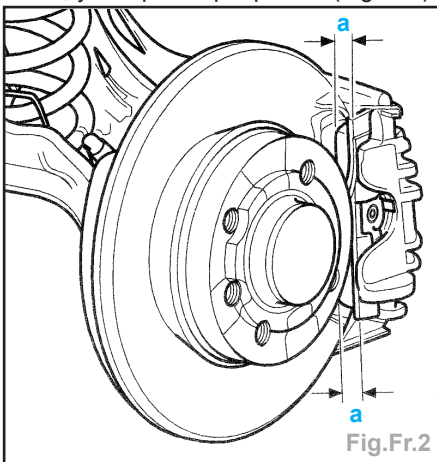

Fig.Fr.2
- (a) la limite d'usure est atteinte lorsque l'épaisseur de la plaquette est de **7,6 mm**, y compris la plaque AR (Fig.Fr.2).